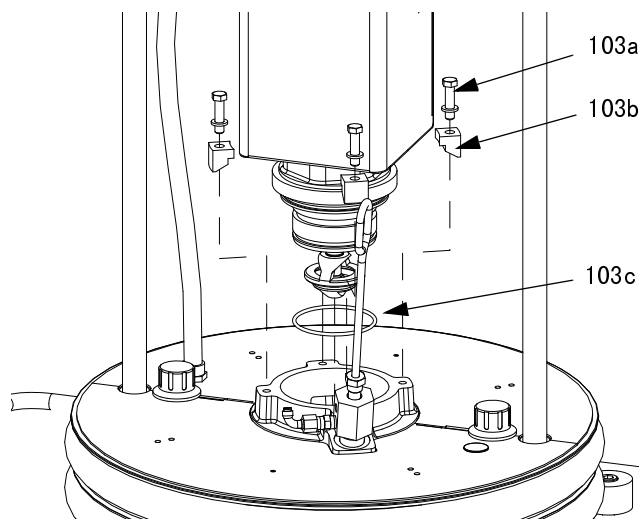

图 41: 55 加仑安装套件
2. 用螺钉（103a）和夹片（103b）将泵固定在压盘上。见图 41。